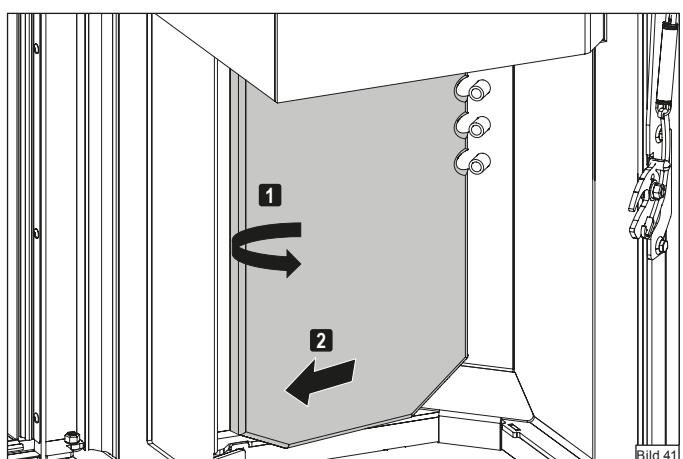

Bild 41
- Drehen Sie den linken Thermostein **1** und entnehmen Sie diesen aus dem Feuerraum **2** (Bild 41).